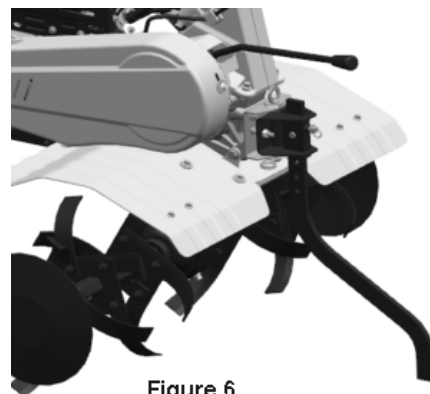

Figure 6
- Ajustați înălțimea patinei pentru a regla adâncimea de lucrare a solului. Pentru a mări adâncimea, coborâți maneta; pentru a o reduce, urcați-o (vezi fig. 6).